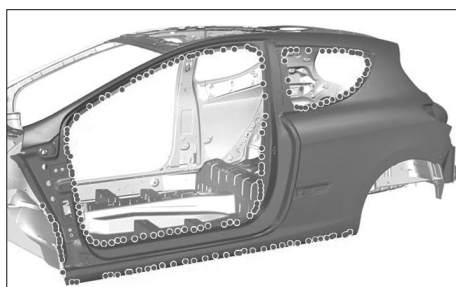
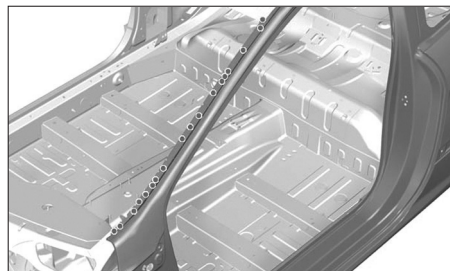
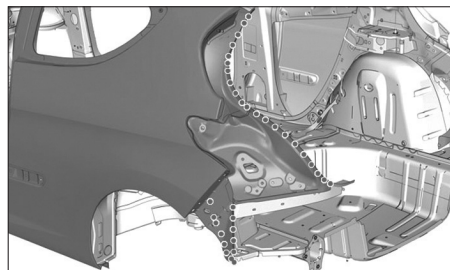

FIG. 45
FIG. 46
FIG. 47
- par pointages électriques (Fig.45), (Fig.46) et (Fig.47),